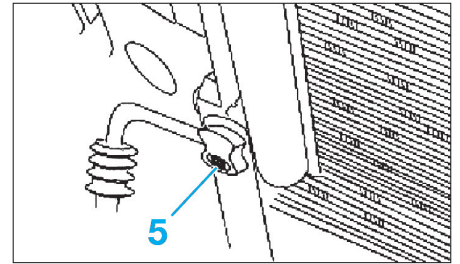
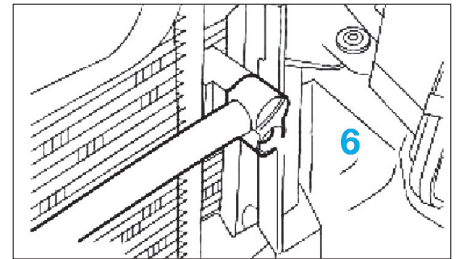

Fig. 16
Fig. 17
• Détacher la canalisation de réfrigérant (5) et (6) du faisceau de condenseur (Fig.16) et (Fig.17).